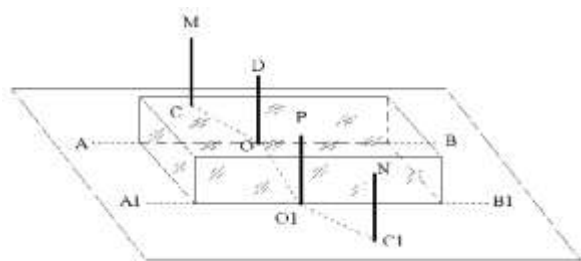

рис.1
1. Кнопками закріпіть на столі гладенький аркуш товстого паперу і встановіть посередині нього скляну пластинку з паралельними гранями (рис.1). Біля самих граней пластинки накреслити олівцем лінії AB і A_1B_1 . На папері ці лінії будуть позначати межу середовищ – скла і повітря.